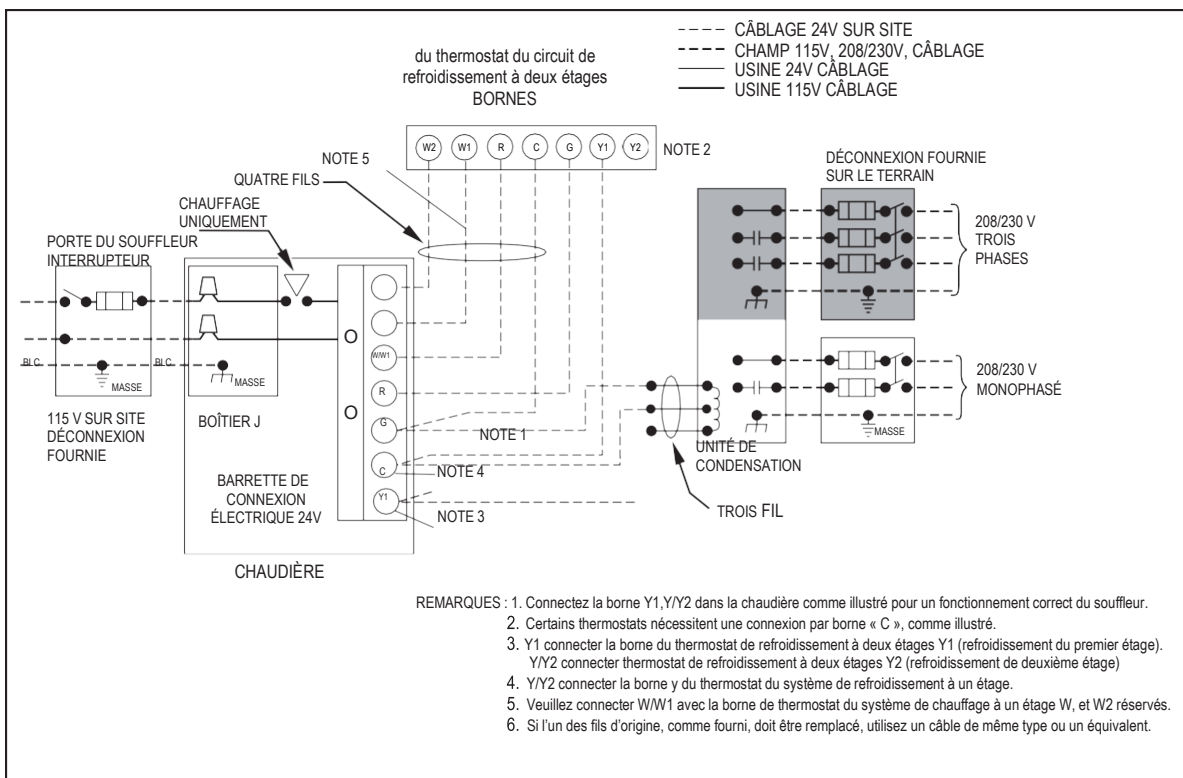

Fig 33 - Schéma de câblage de l'application de chauffage et de refroidissement avec thermostat de chauffage à 2 étages
Voir Fig. 33 pour le schéma de câblage sur site montrant un câblage sur site 115V typique. Vérifier le serrage de toutes les connexions électriques d'usine et sur site. Le câblage fourni sur site doit être conforme aux limites d'élévation de 63 °F (35 °C).
5. Connectez les câbles de tension secteur comme indiqué sur la Fig. 33.
- Terminer le câblage et l'installation du coffret électrique. Connectez les câbles de tension secteur comme indiqué sur la Fig. 33. Utiliser les meilleures pratiques (NEC aux États-Unis et CSA C22.1 au Canada) pour les douilles métalliques, les passe-fils, etc
- Connectez les câbles de tension secteur comme indiqué sur la Fig. 33.
- Maintenir le câblage 115 V et la masse. Une polarité incorrecte entraînera un clignotement rapide de la DEL et l'arrêt du fonctionnement de la chaudière. (Voir Fig. 33)
- Effectuez les connexions des fils du thermostat au niveau de la barrette de connexion électrique 24 V sur la commande de la chaudière. Le non-respect des branchements entraînera un fonctionnement incorrect. (Voir Fig. 33)